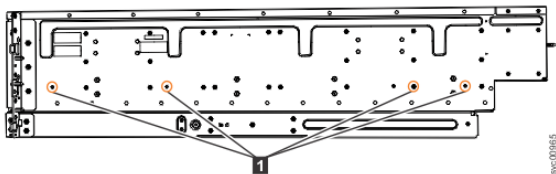

Figura 56. Locais de parafuso para conectar o trilho interno ao gabinete
4. Use quatro parafusos M4 para conectar o trilho interno à lateral do gabinete. O Figura 56 na página 58 mostra os locais de parafuso.